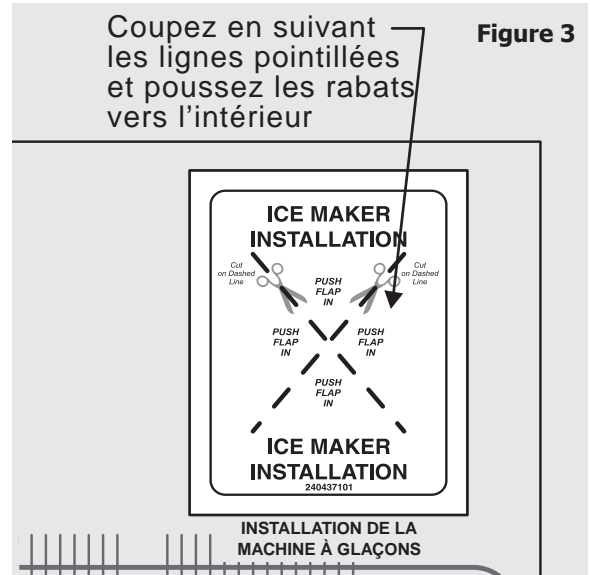

Figure 3
7. Utilisez un petit couteau de cuisine pour couper l'étiquette « Ice Maker Installation » qui se trouve dans le coin supérieur droit du panneau arrière extérieur du réfrigérateur, en suivant les lignes pointillées. Reportez-vous à la figure 3. Poussez les rabats de l'étiquette vers l'intérieur jusqu'à ce qu'ils collent à l'appareil.